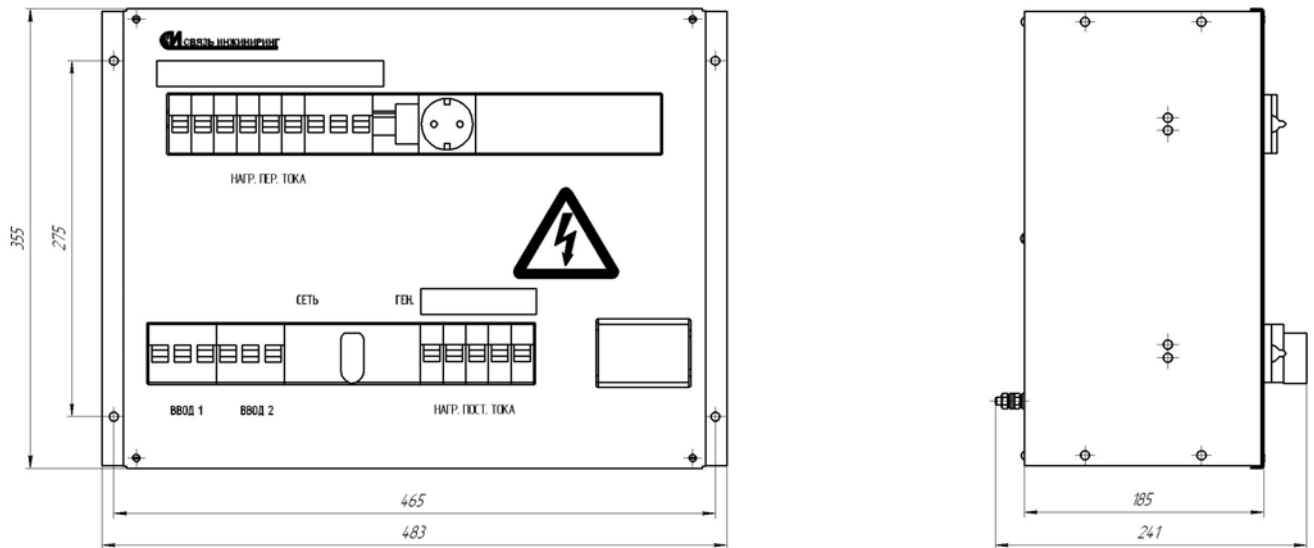

Рис. 1.
2.2 Общий вид и габаритно-присоединительные размеры щита приведены на рис.1.
Крепёжные винты пропускаются через отверстия в углах несущей конструкции щита (см. рис.1).